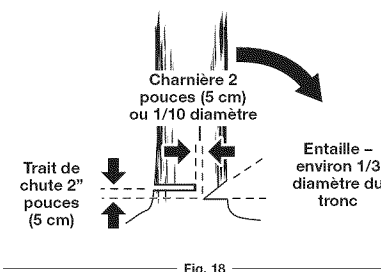
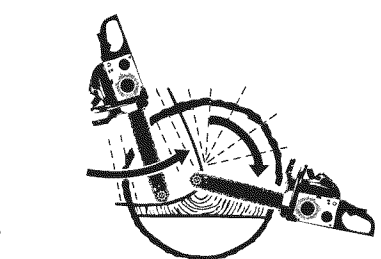
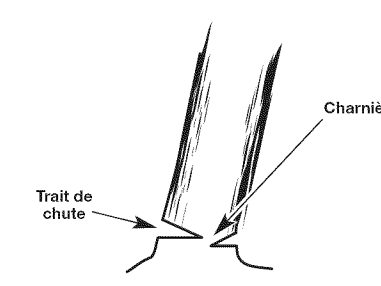

Fig. 18
Fig. 19
Fig. 20
1. **Entaille de direction.** Cette coupe détermine la direction dans laquelle l'arbre tombera. Elle devrait être faite du côté de la direction d'abattage. Coupez une entaille d'environ 1/3 du diamètre du tronc sur le côté de l'arbre. Faites les coupes de l'entaille de façon à ce qu'elles se croisent à angle droit avec la ligne d'abattage. Cette entaille devrait être coupée net pour ne laisser qu'une ligne droite. Pour que le poids de l'arbre ne coince pas la tronçonneuse, faites toujours la coupe du bas avant la coupe du haut. (Fig. 18)
2. **Trait de chute.** Cette coupe abat l'arbre. Faites le trait de chute horizontal et à niveau, et à un minimum de 2 pouces (5 cm) au-dessus du plancher de l'entaille (Fig. 18). Si le diamètre de l'arbre est supérieur à la longueur du guide-chaîne, faites deux entailles, tel qu'indiqué (Fig. 19). Lorsque le trait de chute arrive près de la charnière, l'arbre devrait commencer à tomber (Fig. 20). S'il y a un risque que l'arbre ne tombe pas dans la direction souhaitée ou qu'il bascule de l'autre côté et coince la tronçonneuse, arrêtez de couper avant que le trait de chute ne soit achevé et utilisez des coins d'abattage en bois ou en plastique pour ouvrir la coupe et le faire tomber dans la direction souhaitée (Fig. 21).